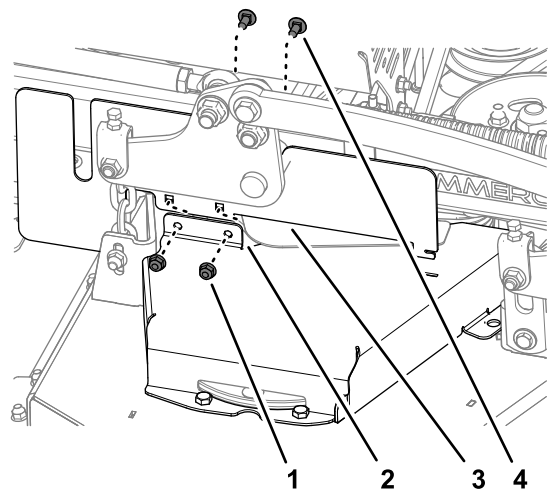

図 41
- 右側 CE カバーを右側ベルトカバーに取り付ける 図 41 左側ベルトカバーの取り外し (ページ 24) で取り外したキャリッジボルト2本とロックナット2個を使用する。